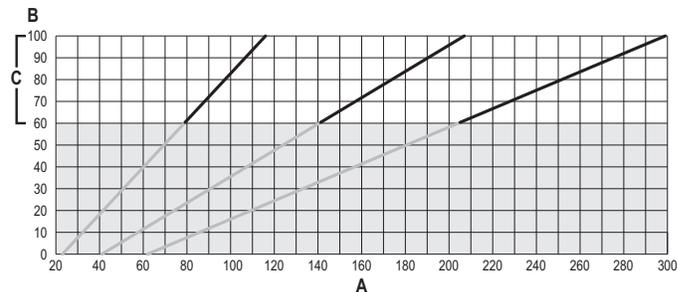

fig. 40
- Pulsar las teclas de la calefacción (3 y 4 - fig. 1) para aumentar o disminuir la capacidad térmica (mínima = 00 - máxima = 100). Ver el diagrama "Regulación de la capacidad térmica" (fig. 40).